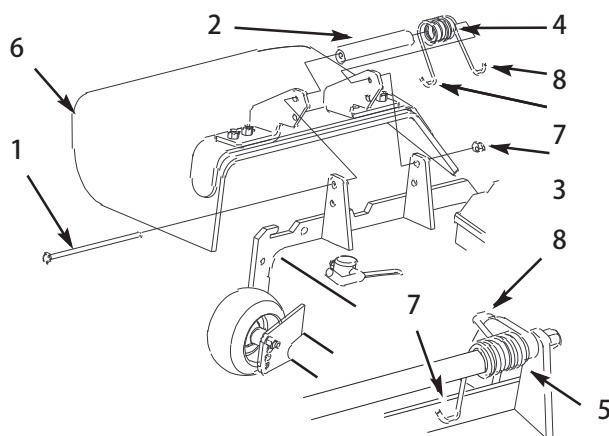

図 1
1. デフレクタのブラケットの間にスペーサとスプリングを入れる(図1)。スプリングの左側のフックを、デッキのエッジに引っ掛ける。
2. ボルトとナットを取り付ける。スプリングの右側の J フックの端を、デフレクタに引っ掛ける(図1)。